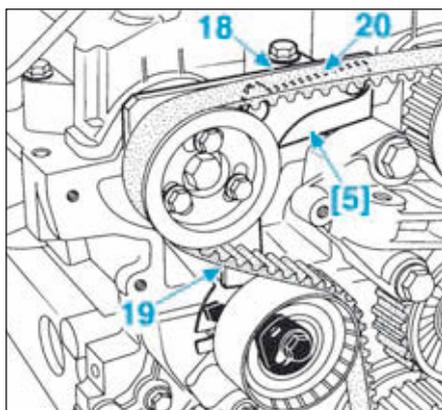

FIG.115
- A l'aide d'une clé six pans placée dans l'orifice (17), faire pivoter l'excentrique du galet tendeur dans le sens antihoraire, jusqu'à l'alignement de la face supérieure (18) de la languette mobile (19) et de la face supérieure (20) de l'outil [5] (Fig.115).
- Faire pivoter l'excentrique du galet tendeur dans le sens horaire, jusqu'à l'alignement de la face supérieure (18) de la languette mobile (19) et de la face supérieure (20) de l'outil [5] (Fig.115).